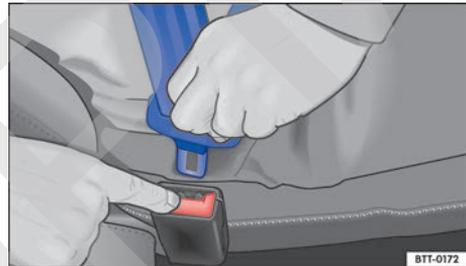

Fig. 29 Soltar la pestaña de encastre del cinturón de seguridad del cierre del cinturón.
- Presionar el botón rojo en el cierre del cinturón de seguridad → fig. 29. La pestaña de encastre del cinturón de seguridad se sale hacia afuera.